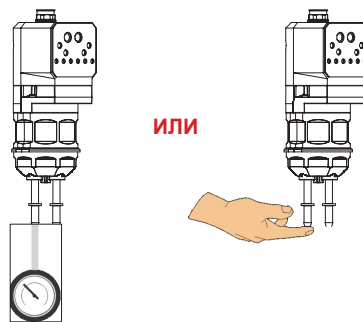

Рис. 11 Методы проверки разрежения
3. Отсоединить порошок шланг от насоса. Присоединить вакуумметр ко всасывающему фитингу или приложить к фитингу палец, как показано на Рис. 11.